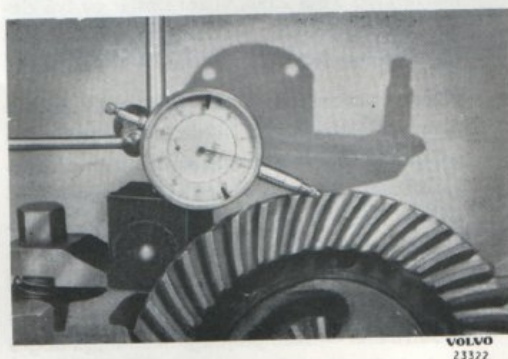

Bild 29. Mätning av kuggflankspel.
13. Mät upp kuggflankspelet enligt bild 29. Det skall vara  $0,08$ — $0,15$  mm.
Efter varje ändring av pinjongens läge måste kuggflankspelet justeras och kontrolleras, se bild 29.